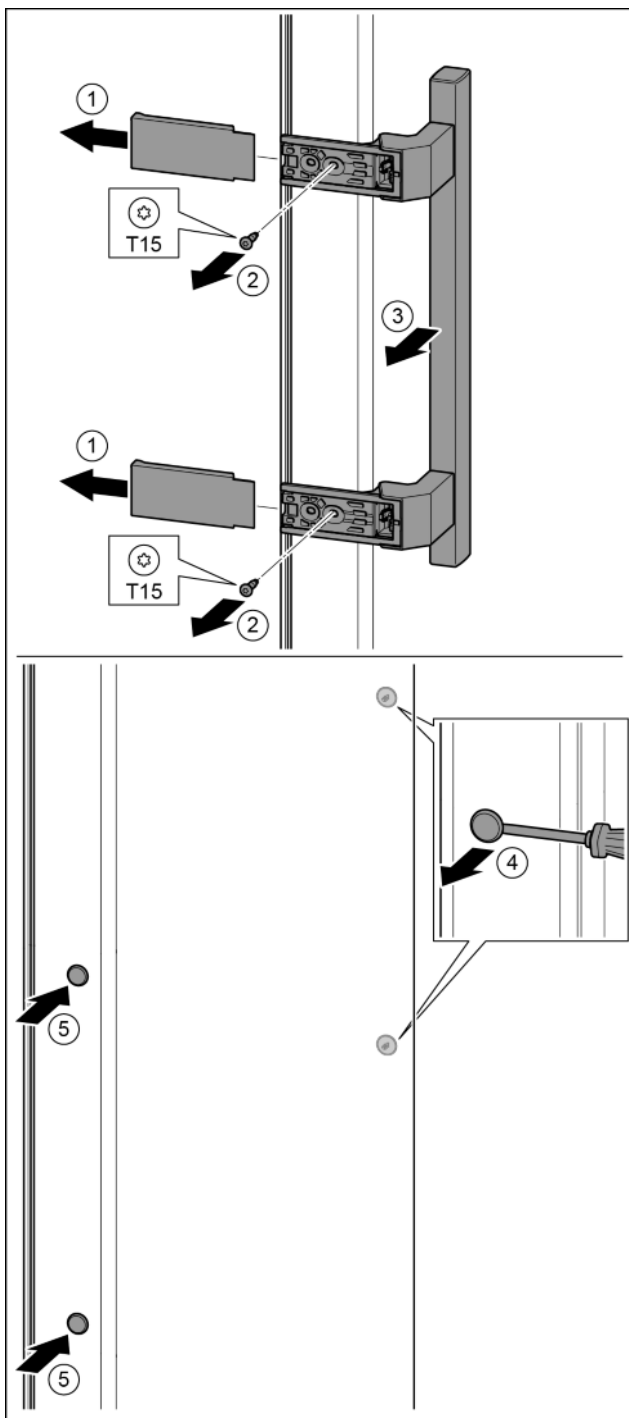

Fig. 37
- ▶ Снять крышку. Fig. 37 (1)
- ▶ Выкрутить винты отверткой T15. Fig. 37 (2)
- ▶ Снять ручку. Fig. 37 (3)
- ▶ Осторожно приподнять шлицевой отверткой боковые заглушки и вынуть их. Fig. 37 (4)
- ▶ Заглушки снова вставить с другой стороны. Fig. 37 (5)